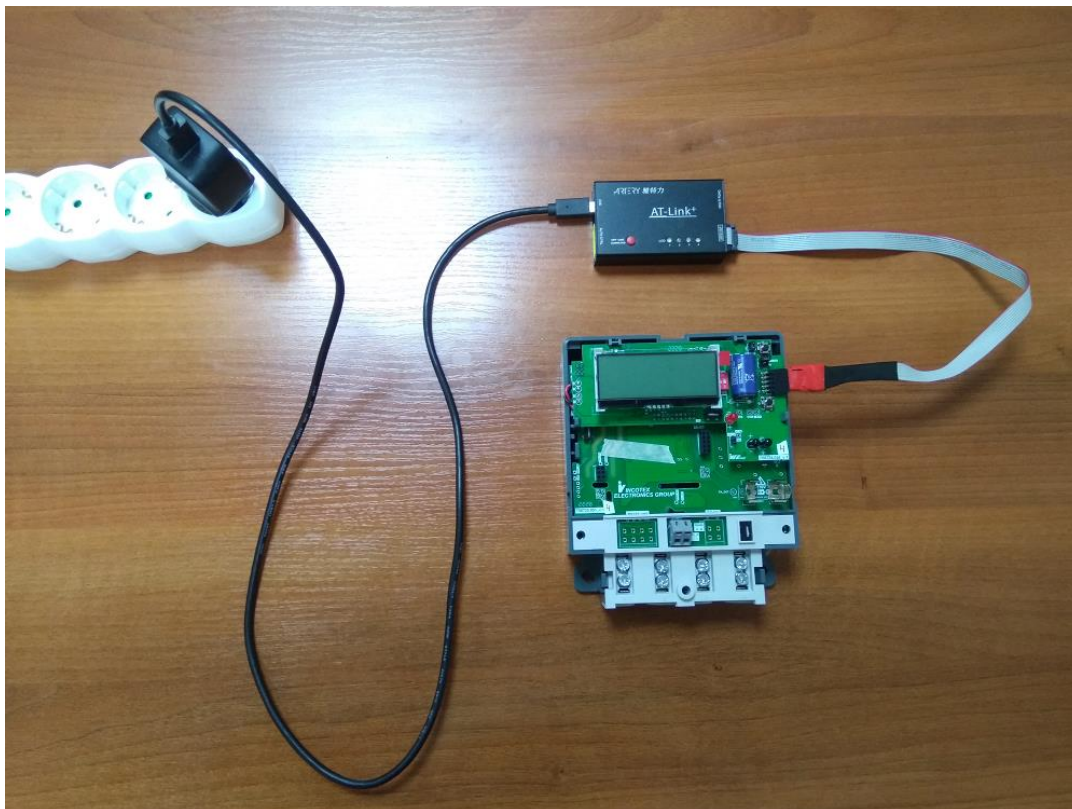

Рисунок 4.1 – Подключение кабеля для программирования
4.1 Подключить кабель для программирования к 10-контактному разъему **PROG** счетчика согласно маркировки (контакт 1 – к контакту 1). Процесс программирования начнется автоматически (при включенном режиме Автостарт по методике п. 5.5 на программаторе). В процессе программирования индикатор LED 1 на программаторе мигает красным/зеленым (рисунок 4.1).